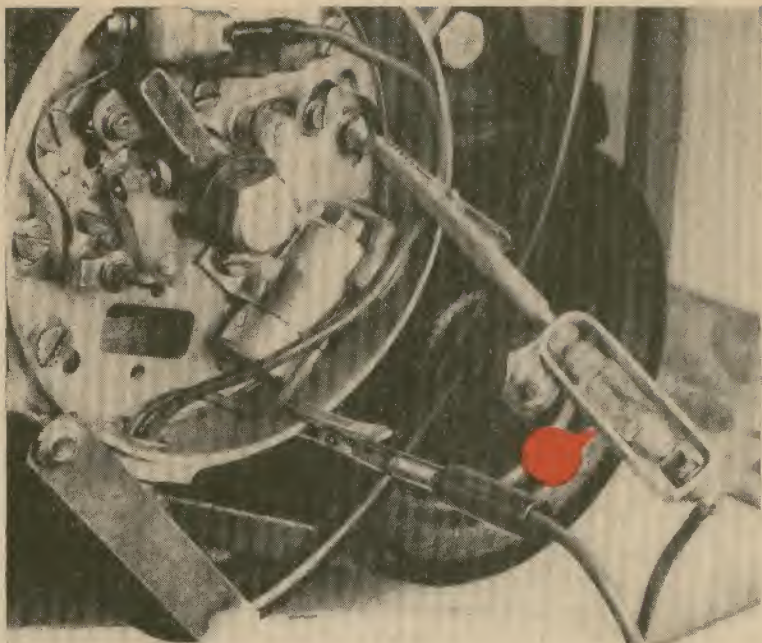

Abb. 40
4. Zündung einschalten, Prüflampe an Masse (Gehäuse) und an die Stromschiene anklemmen, die an der Schraube S 1 angeklemt ist (Abb. 40). Bei geöffneten Kontakten des Unterbrechers 1 leuchtet die Prüflampe auf. Lineal oder Dorn auf die Fläche an der Trennfuge des Kurbelgehäuses legen (Abb. 41).